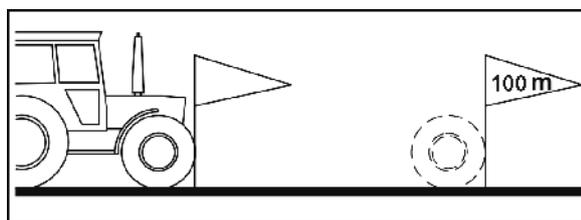

Fig. 33
- Misurare sul campo un tragitto di misurazione pari a 100 m esatti. Contrassegnare il punto iniziale e quello finale del tragitto di misurazione (Fig. 33).